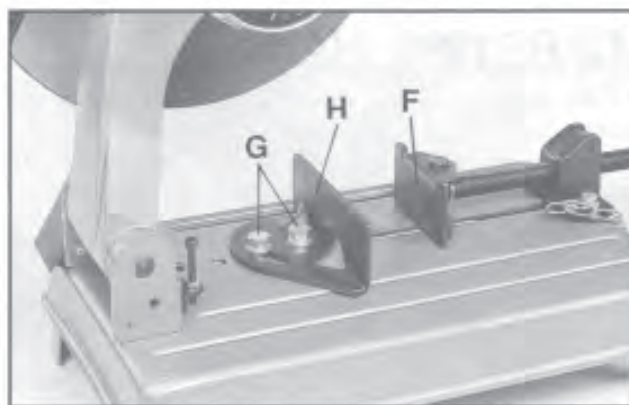

Fig. 12
1. Desserrer les deux boulons (G) FIG.12 et faire pivoter la mâchoire d'étau (H) à l'angle désiré. Resserrer les deux boulons (G) pour bloquer la mâchoire dans sa position. Le mors mobile (F) pivote automatiquement au contact de la pièce à couper lors du serrage de celle-ci.